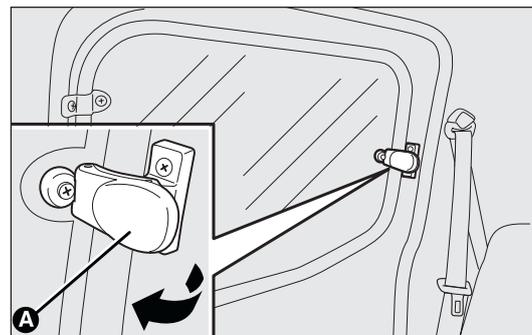

fig. 71
## VENTANILLAS LATERALES TRASERAS CON APERTURA PROGRESIVA (versiones Doblò/Doblò Combi) fig. 71
- mueva la palanca A-fig. 71 hacia afuera hasta lograr la apertura completa de la ventanilla;